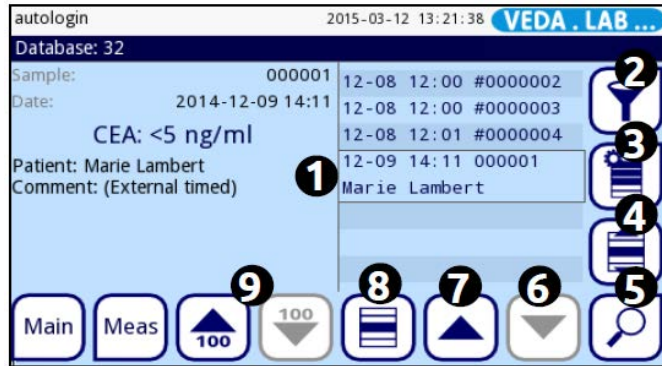
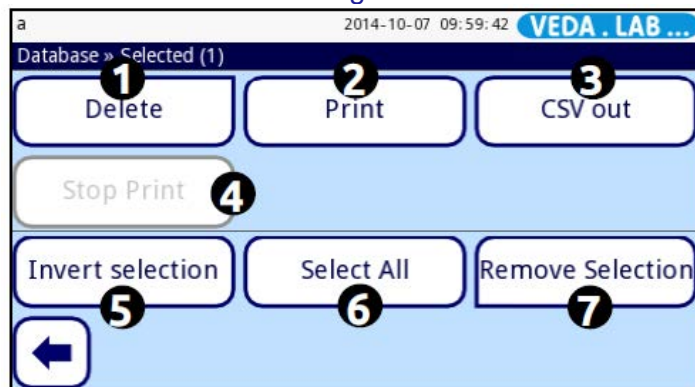
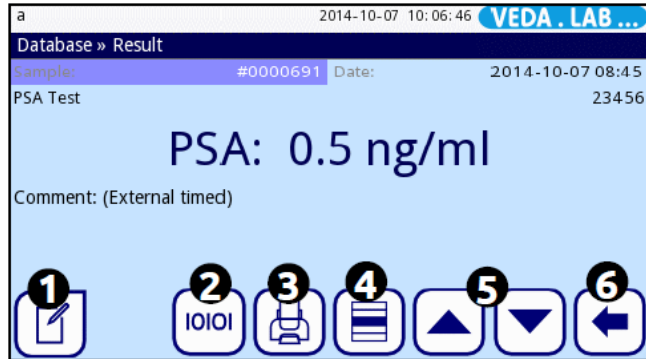
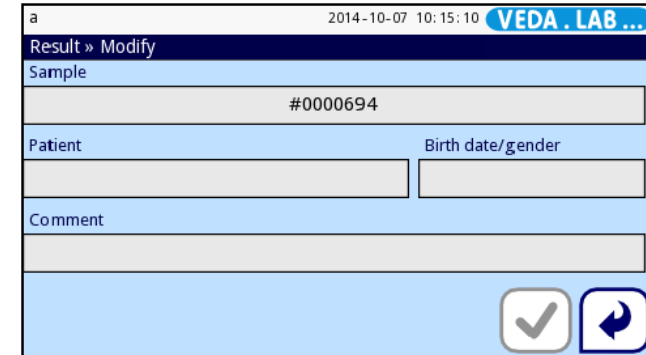

Abbildung 27: Der Bildschirm **Database** (Datenbank) mit den nummerierten Bildschirm-Elementen
Abbildung 28: Der Bildschirm **Database»Selected** (Datenbank»ausgewählt) mit den nummerierten Bildschirm-Elementen
Abbildung 30: Der Bildschirm **Database»Result** (Datenbank»Ergebnis) mit den nummerierten Tasten.
Abbildung 31: Um Einzelheiten zu den Testergebnis-Einträgen hinzuzufügen, auf die Textfelder auf dem Bildschirm **Result»Modify** (Ergebnis»ändern) tippen
2 Zum Anzeigen des **Filterbildschirms** auf die  Filtertaste auf dem **Database** (Datenbank)-Bildschirm tippen (nummeriert mit 3 in **Abbildung 27**).
Durch Antippen der Pfeiltasten   „Oben“ und „Unten“ (nummeriert mit 6 und 7 in Abbildung 27) den Cursorbalken (nummeriert mit 1 in Abbildung 27) in der Liste der Ergebniseinträge über den von Ihnen gewünschten Analyseeintrag bewegen und anschließend die Auswahl taste betätigen (nummeriert mit 8 in Abbildung 27). Zum Löschen der Auswahl eines früher ausgewählten Eintrags erneut die Auswahl taste betätigen oder siehe 8.1.2.4.
*Bei über hundert Ergebniseinträgen in der Datenbank werden die Tasten 100 up (oben)/100 down (unten, nummeriert mit 9 in Abbildung 27) aktiv. Durch Antippen dieser Tasten bewegt sich der Cursor in der Datenbankliste 100 Einträge nach oben oder nach unten.*
- Mittels der Pfeiltasten „Oben“ und „Unten“ (nummeriert mit 6 und 7 in Abbildung 27) den Cursor über jeden Eintrag bewegen, der ausgewählt werden soll. Anschließend Taste **Select** (Auswählen, nummeriert mit 8 in Abbildung 27) antippen.
- Mittels der Pfeiltasten   „Oben“ und „Unten“ (nummeriert mit 6 und 7 in Abbildung 27) den Cursor über den ersten oder letzten Eintrag in der Liste bewegen, der ausgewählt werden soll. Anschließend Taste  **Selection by movement** (Auswahl durch Bewegen, nummeriert mit 4 in Abbildung 27) antippen. Durch Drücken der Tasten „Oben“ oder „Unten“ lässt sich der Ergebniseintrag ober- oder unterhalb des Starteintrags in der Datenbank-Liste auswählen.
und Taste  **Review the selected record** (Eintrag-Auswahl überprüfen) antippen (nummeriert mit 5 in Abbildung 27).
2 Im Bildschirm zu den Eintrag-Details (vgl. Abbildung 30) mit Hilfe der   „Oben“ und „Unten“ Pfeiltasten (nummeriert mit 5 in Abbildung 30) die Details zu den anderen Einträgen in der Datenbank-Liste durchblättern.
Zum Umkehren einer früheren Auswahl (Abwahl von früher ausgewählten Einträgen und Auswahl von früher nicht ausgewählten Einträgen) die Taste **Actions** (Aktionen) zusammen mit der Taste der ausgewählten Einträge (nummeriert mit 3 in Abbildung 27) antippen. Anschließend im Bildschirm **Database»Selected** (Datenbank»ausgewählt) die Taste **Remove Selection** (Auswahl aufheben, nummeriert mit 7 in Abbildung 28) antippen.
Taste **View selected record button** (ausgewählten Eintrag ansehen) im **Datenbank-**bildschirm (nummeriert mit 5 in Abbildung 27) antippen. Es öffnet sich nun der Bildschirm **Database»Result** (Datenbank»Ergebnis, vgl. Abbildung 30). Hierin sind alle Testergebnis-Einträge aufgelistet, die vom Benutzer eingegeben oder vom Messgerät gemessen wurden. Die Daten lassen sich von hier aus abändern, aber nicht löschen.
2 Taste **Actions with selected records** (Bearbeitungsmöglichkeiten für die ausgewählten Einträge, nummeriert mit 3 in Abbildung 27) antippen. Anschließend auf dem Bildschirm **Database»Selected** (Datenbank»ausgewählt) die Taste **Delete** (Löschen) antippen (nummeriert mit 1 in Abbildung 28).
2 Taste  **Review the selected record** (ausgewählten Eintrag überprüfen) antippen (nummeriert mit 5 in Abbildung 27).
3 Taste  **Edit** (bearbeiten, nummeriert mit 1 in Abbildung 30) antippen sowie im Bildschirm **Result»Modify** (Ergebnis»ändern, vgl. Abbildung 31) auf die Textfelder tippen und mit der Bearbeitung der Daten beginnen.
2 Auf die Taste  **Actions with selected records** (Bearbeitungsmöglichkeiten für ausgewählte Einträge) und anschließend auf die Taste **Text out** (Textausgabe, nummeriert mit 3 in Abbildung 28).
- 2 Taste  **Review the selected record** (ausgewählten Eintrag überprüfen) antippen (nummeriert mit 5 in Abbildung 27).
- 3 Taste  **Transfer** (Übertragen) antippen (nummeriert mit 2 in Abbildung 30). Die .txt-Datei für den ausgewählten Eintrag erscheint im Hauptverzeichnis des angeschlossenen USB-Sticks.
- 2 Auf die Taste  **Actions with selected records** (Bearbeitungsmöglichkeiten für ausgewählte Einträge) und anschließend auf die Taste **Print** (Drucken, nummeriert mit 2 in Abbildung 28) tippen.
- 3 Taste  **Print** (Drucken) antippen (nummeriert mit 3 in Abbildung 30). Das System zeigt nun die Meldung I105 an: **Selection was sent for printing** (Die Auswahl wurde zum Druck übermittelt) und der eingebaute Drucker druckt den Eintrag aus.